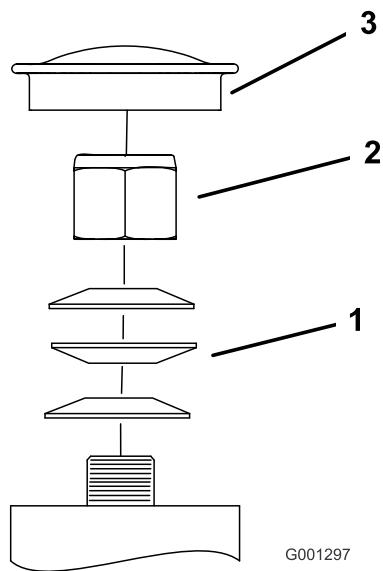

Figura 59
3. Retire el tapón anti-polvo de la rueda giratoria y apriete la contratuerca (Figura 59).
4. Apriete la contratuerca hasta que las arandelas de muelle estén planas, luego afloje 1/4 de vuelta para establecer la pre-carga correcta de los cojinetes (Figura 59).
- Importante:** Asegúrese de que las arandelas de muelle están correctamente instaladas, según muestra Figura 59.
5. Coloque el tapón anti-polvo (Figura 59).